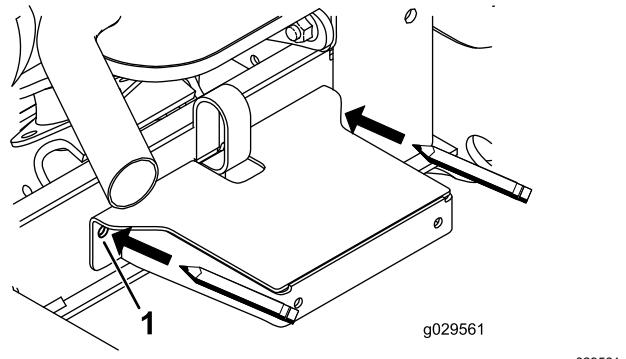

Figura 19
8. Utilice el soporte del bastidor como plantilla para localizar y marcar los otros 2 taladros de montaje del guardabarros en el canal del bastidor (Figura 19).